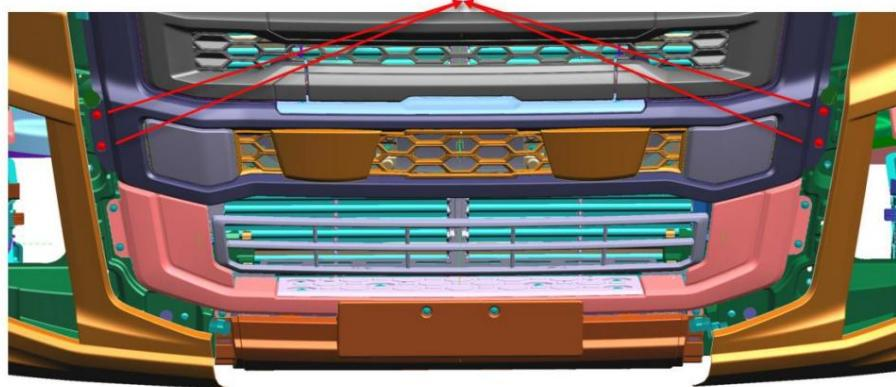

Figure 2 : Connexions à vis droite et gauche de l'ensemble pare-chocs
7. Après avoir retiré l'ensemble du pare-chocs, les boulons de connexion sur les côtés droit et gauche du pare-chocs avant sont visibles. Desserrer les 4 boulons de connexion (W702733-S450B) de l'ensemble pare-chocs RC46-17750-A\* (Figure 2)